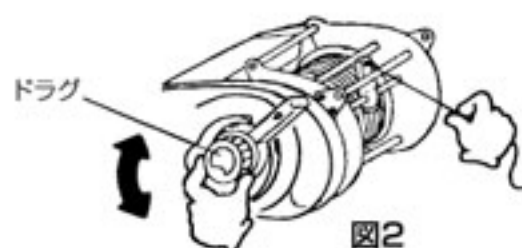

図2
② 道糸を引きながら、ドラグを回して調整してください。（図2）